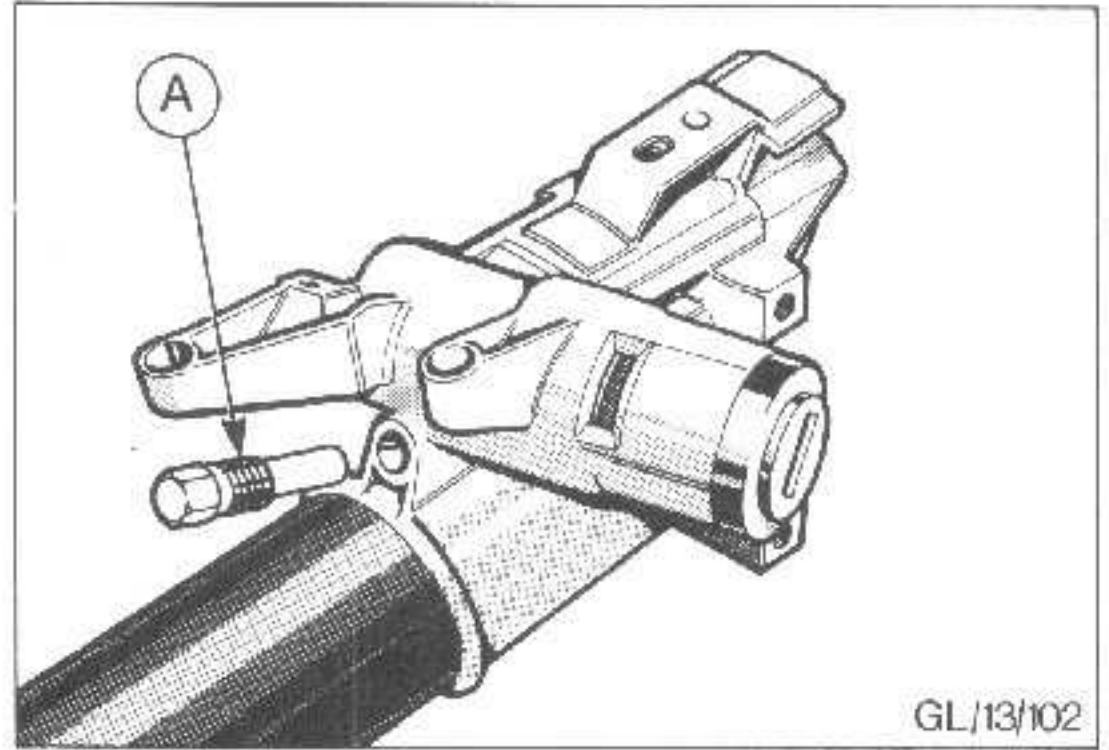

Abb.77 Abreißschraube - Lenkzündschloßbefestigung
19. Neues oberes Lager am Lenkzündschloß montieren. Lenkzündschloß mit neuer Abscherschraube an der Lenksäule befestigen. Schraube bis zum Abreißen des Schraubenkopfes anziehen, Abb.77.